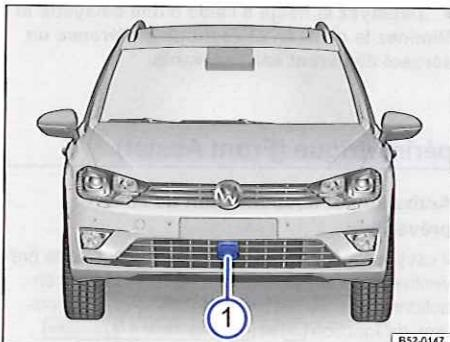

Fig. 184 Dans le pare-chocs avant : capteur radar
Afin d'évaluer les conditions de circulation, un capteur radar est monté dans le pare-chocs avant → **fig. 184 ①**. Ce capteur permet de détecter les véhicules qui vous précèdent jusqu'à une distance de 120 m environ.